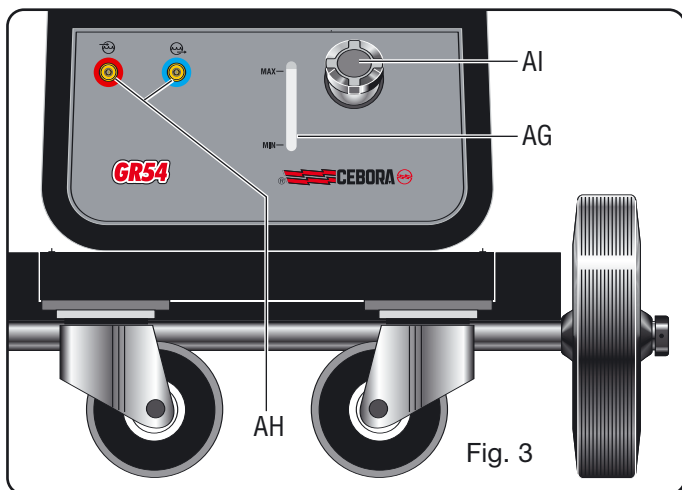

Fig. 3
3.5.1.5 Descrição do grupo de arrefecimento para Art. 341 (Fig. 3)